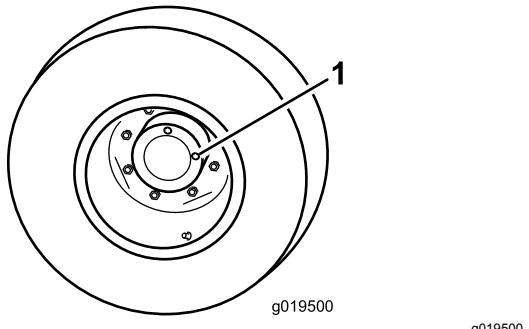

Figura 15
- Com a máquina numa superfície plana, posicione a roda de forma a que 1 tampão de verificação (Figura 15) fique na posição das 12 horas e o outro na das 3 horas.
- Retire o tampão da posição das 3 horas (Figura 15). O óleo deve ficar ao nível do fundo do orifício do tampão de verificação.